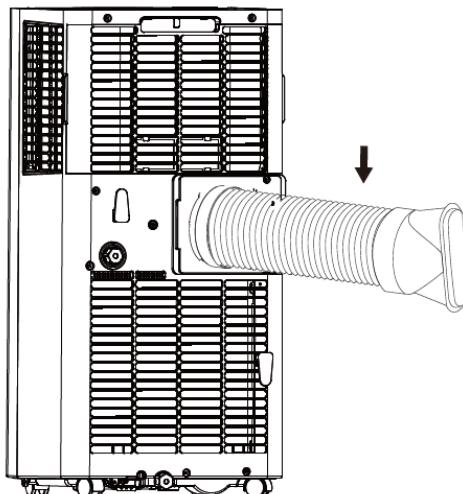

Fig.1
- Înșurubați furtunul de evacuare a aerului (cu adaptor) la ieșirea de evacuare a aerului din partea din spate a aparatului (în sensul invers de ceasornic, fig. 1).